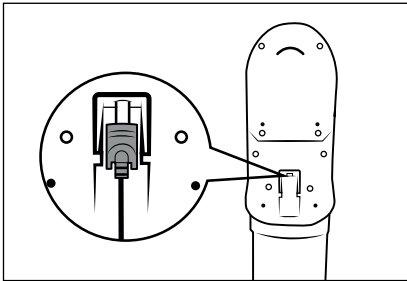

Abb. 8
① Hinweis
- ▶ Der Staubsauger kann auch direkt über den Netzadapter **10** geladen werden. Entnehmen Sie dafür den Hohlstecker **11** durch eine leichte Drehung aus der Wandhalterung **13** und stecken Sie ihn in die Ladebuchse **3** am Gerät (siehe Abb. 8).